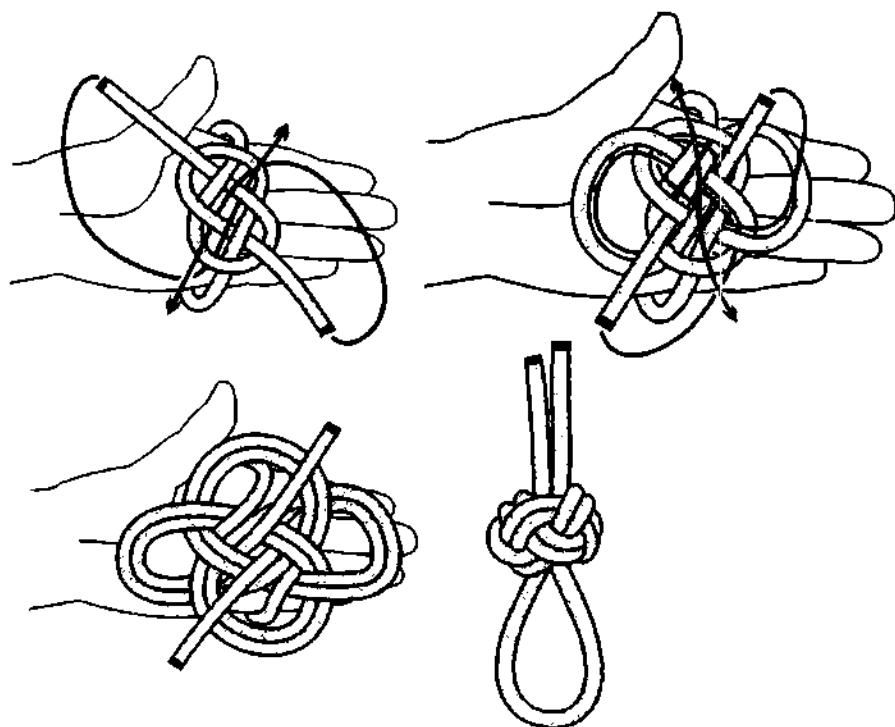

Рис. 280. Капитанский узел с двойной пробивкой.
**узел.** Так же как и *турецкий узел*, *капитанский узел* можно удвоить или утроить (рис. 280). Завязанный на конце верёвки, *капитанский узел* может служить и отличным стопором и надёжной петлёй-огоном или и тем и другим одновременно. Моряки использовали его вместо брелоков к свисткам, ножам, ключам и т. п.